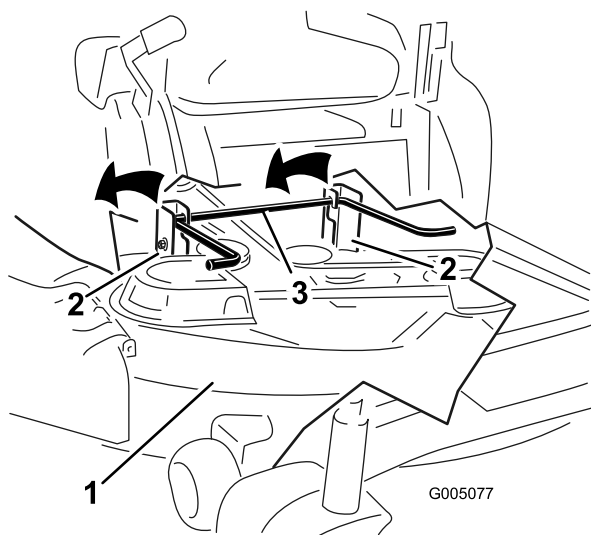

Figura 53
5. Alzate il tosaerba e i supporti di sostegno dall'asta di sollevamento posteriore e abbassate con cautela il tosaerba al suolo (Figura 53).
5. Alzate la parte posteriore del piatto di taglio e guidate i supporti di sospensione lungo l'asta di sollevamento posteriore (Figura 53).